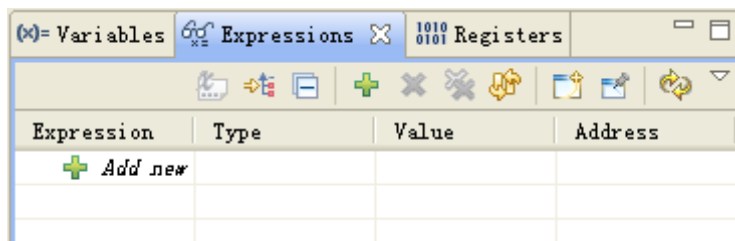

图 1.26 观察窗口
(6) 点击菜单 View→Expressions，可以得到观察窗口，如图 1.26 所示。可以通过 **+ Add new** 添加观察变量，或者在所需观察的变量上右击，选择 Add Watch Expression 添加到观察窗口。